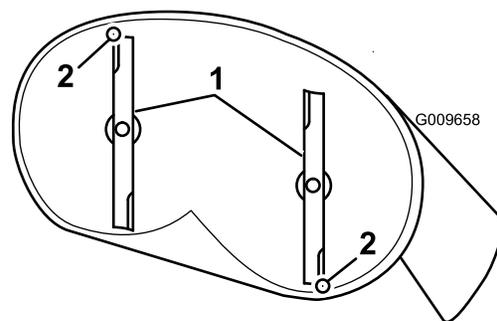
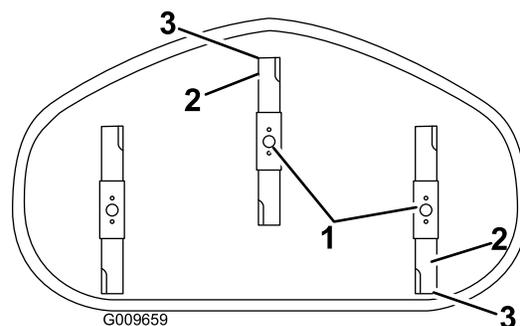

Figura 67
Figura 68
4. Girate con cautela le lame in modo che siano disposte longitudinalmente (Figura 67 e Figura 68).
5. Misurate il valore dalla punta della lama anteriore e dalla punta della lama posteriore alla superficie piana (Figura 67 e Figura 68).
- 9. Dopo la regolazione, ricontrollate l'inclinazione longitudinale e continuate la regolazione del dado finché la punta della lama anteriore non è più bassa di 1,6-7,9 mm rispetto a quella posteriore (Figura 67 e Figura 68).